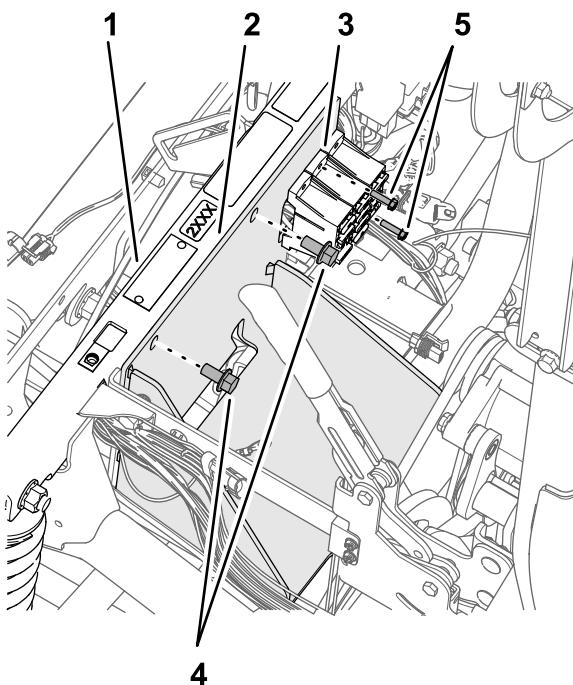

**Bild 172**
- Fluchten Sie die neue Batteriehalterung mit dem Stützrohr des Stoßdämpfers der Maschine und den Sicherungskästen aus (Bild 172).